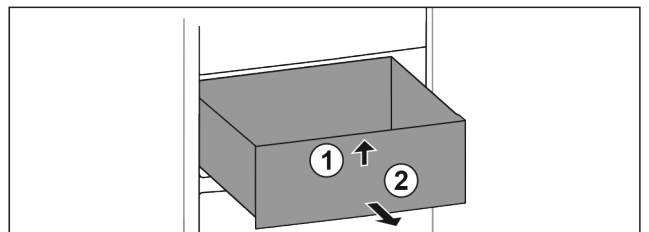

Fig. 62
► Predal spredaj dvignite. Fig. 62 (1)
► Predal vzemite ven v smeri naprej. Fig. 62 (2)